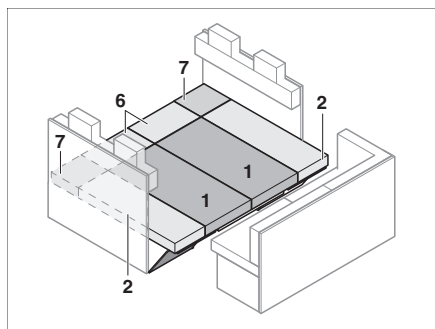

Fig. 157 Après la transformation
- Placer les coussins d'assise, les dossiers et les coussins supplémentaires comme montré en Fig. 157.